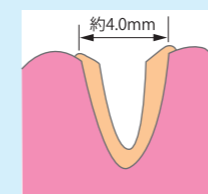

図1 支台歯形成
- 支台歯の形成を凹面状 (直径約4.0mm) にすると吸着面を低くすることができます。(図1参照)